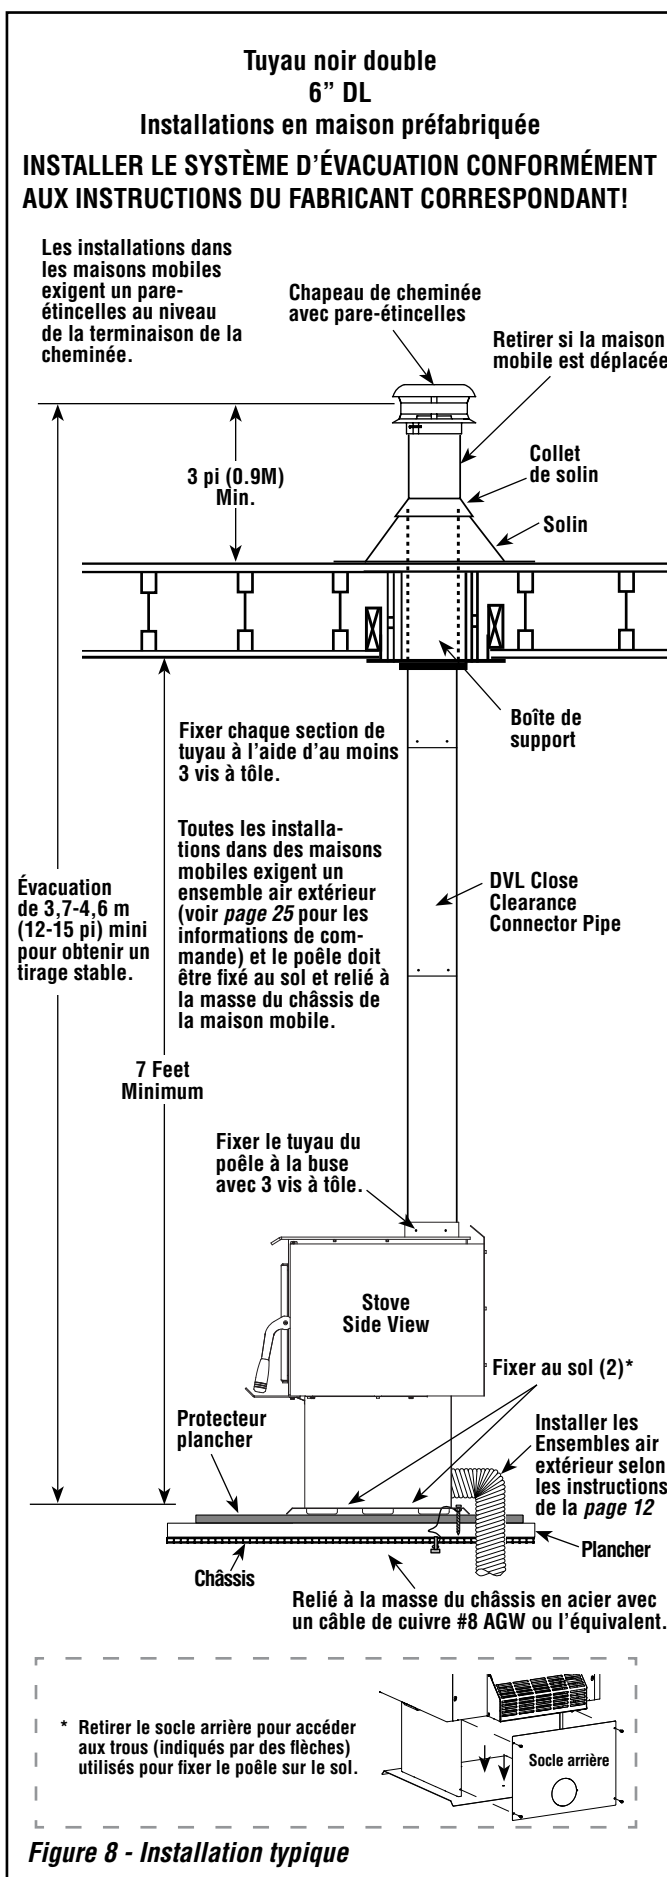

Figure 8 - Installation typique
Installations en maison préfabriquée (voir figure 8)
1. (Installations en maison préfabriquée) Fixer le poêle au sol en suivant les instructions de la **figure 8** à la **page 10**.